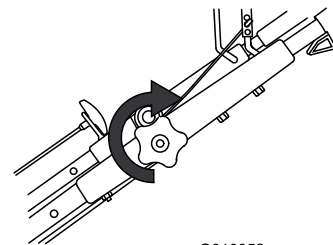

Figura 18
3. Serrate la manopola della sezione superiore della stegola avvitandola a fondo (Figura 18).